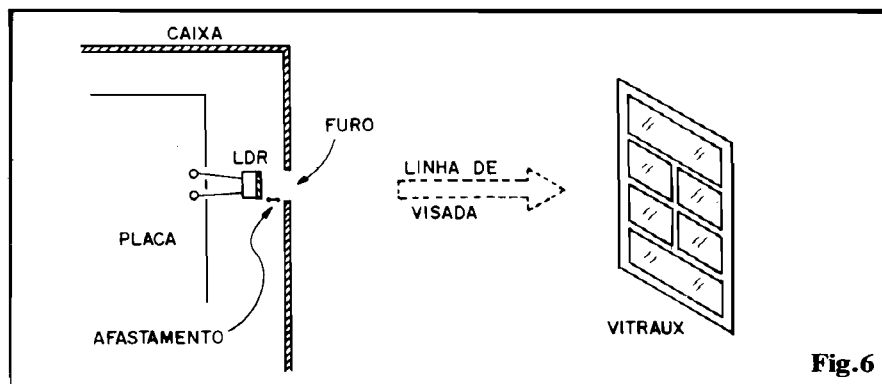
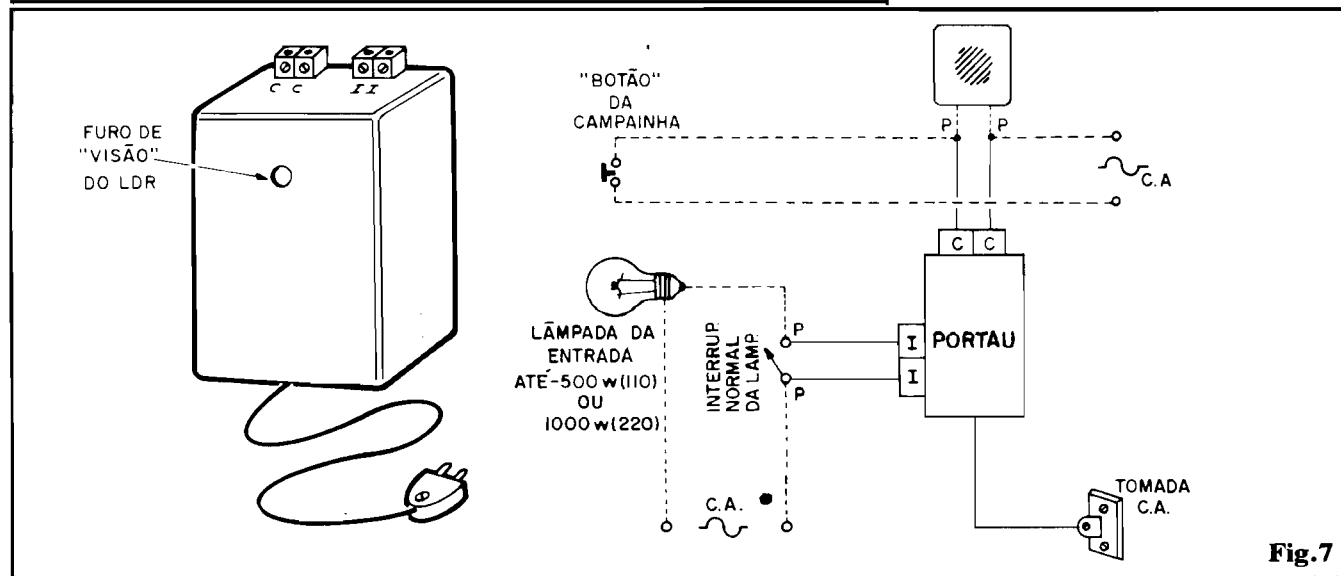

Fig. 6
Fig. 7
- FIG. 6 - DETALHES DO POSICIONAMENTO DO LDR - O "olho" do circuito, através do qual ele "sabe" se é dia ou é noite, deve ficar além de "desimpedido", ligeiramente "embutido", com o pequeno afastamento sugerido favorecendo uma certa direcionalidade no sensoramento, com o que o LDR ignorará outras
- FIG. 7 - A CAIXA E A INSTALAÇÃO FINAL - O acabamento/disposição final do **container** do PORTAU poderá se inspirar na sugestão apresentada na ilustração... Observem o posicionamento dos acessos "C-C" e "I-I", com os respectivos conectores identificados e localizados no topo da caixa... A saída para o "rabicho" poderá ficar na lateral oposta da caixa... O furo (com o
LDR "semi-embutido", conforme fig. 6) pode ficar na parte frontal ou mesmo numa das laterais, dependendo da posição pré-escolhida para fixação da caixa (em função de "onde" exista, também, uma janela próxima, nas condições indicadas na fig. 6). Ainda na fig. 7 vemos o diagrama geral de instalação, de "casamento" do PORTAU com a fiação C.A. já existente (todas as linhas tracejadas referem-se à cabagem/instalação normal do local, que não precisará ser "mexida"...). Os acessos "C-C" vão a ambos os terminais da cigarra da campainha (os fios que lá estavam devem **continuar** ligados, para que a cigarra possa normalmente tocar quando o botão da campainha for acionado...). Os acessos "I-I" vão aos terminais do interruptor que normalmente aciona a(s) lâmpada(s) da entrada da casa... Também aqui, os fios que já estavam ligados ao tal interruptor, devem lá permanecer, de modo que a iluminação possa também ser acionada "manualmente", sem a intervenção do PORTAU, quando isso for **desejado**... Finalmente, o "rabicho" vai ligado a uma tomada C.A. próxima... Observe que o local exato de fixação da caixa do PORTAU deve ser escolhido a partir de algumas condições elementares, e de um pouco de bom senso: deve haver uma janela em "linha de visada" (para a informação luminosa ao